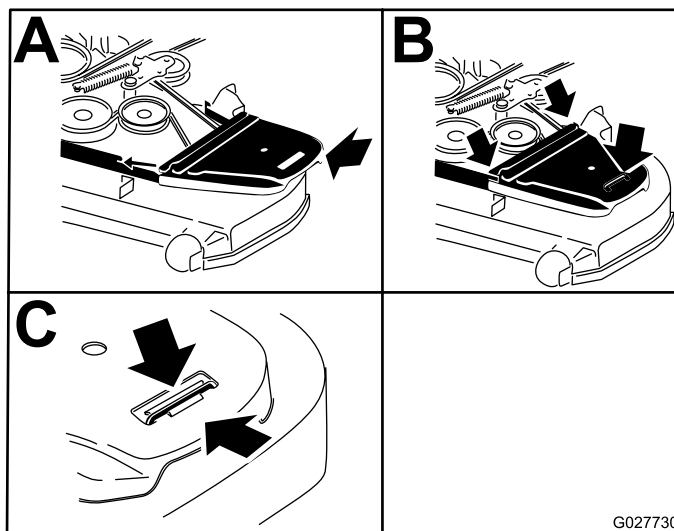

Figura 96
13. Instale as coberturas da correia (Figura 96).